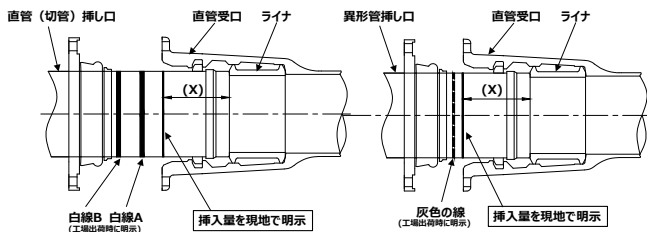
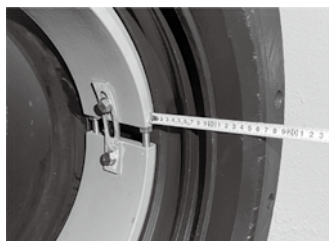

図44 挿入量の明示
図45 挿し口挿入量の測定
- 5) 「挿し口の挿入量の明示」から「ロックリングの位置確認」までは異形管の接合要領に従う。挿し口挿入量確認のための白線表示位置を図44に示し、挿し口挿入量の測定状況を図45に示す。